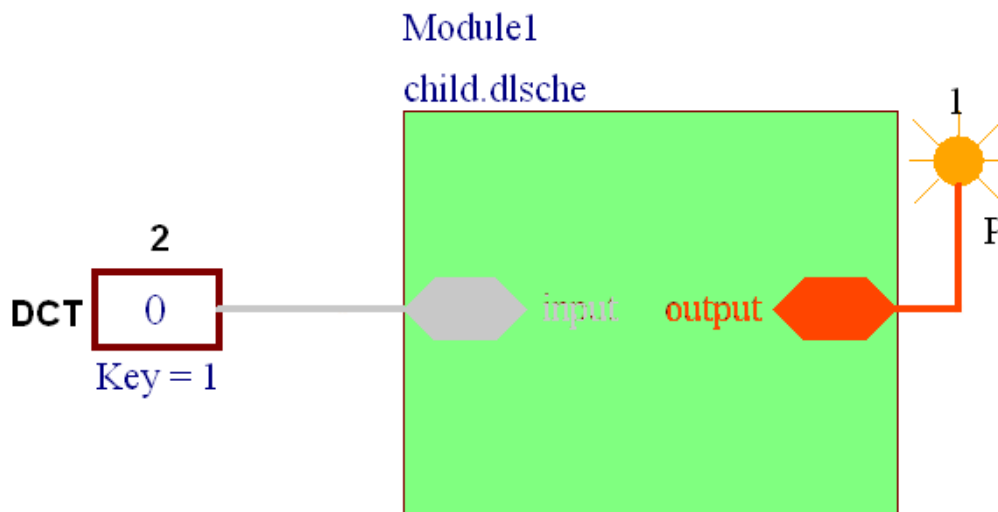

图 11-3：测试电路
9. 完成封装后的模块即可添加元器件测试模块的功能了。由于模块内部只有一个非门，因此本模块的功能是完成高低电平的转换。测试电路如图 11-3 所示。